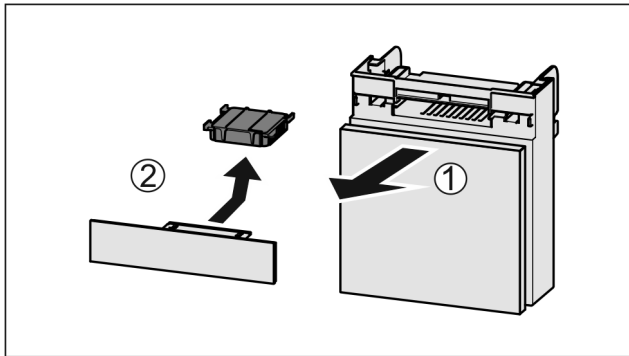

Fig. 132
- ▶ 向前拉出 Fig. 132 (1) 抽屉。
- ▶ 取出 Fig. 132 (2) 活性炭过滤器。